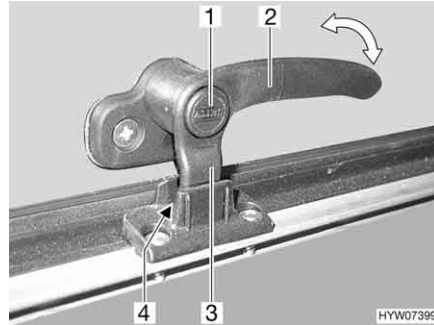
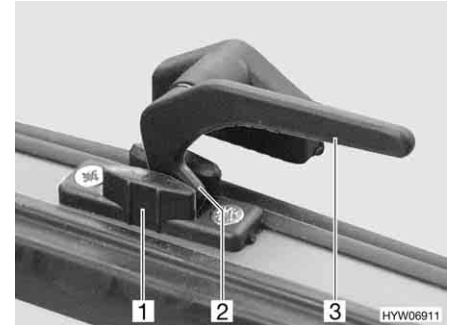

Bild 82 Verriegelungshebel mit Sicherungsknopf in Stellung "Dauerbelüftung"
Bild 83 Verriegelungshebel in Stellung "Dauerbelüftung"
- in Stellung "Dauerbelüftung" (Bild 82 und Bild 83)
- Wenn vorhanden, Sicherungsknopf (Bild 82,1) drücken und gedrückt halten.
- Den Verriegelungshebel (Bild 82,2 oder Bild 83,3) eine viertel Umdrehung zur Fenstermitte hin drehen.
- Den Verriegelungshebel wieder zurückdrehen. Die Verriegelungsnase (Bild 82,3 oder Bild 83,2) am Verriegelungshebel dabei in die Ausparung der Fensterverriegelung (Bild 82,4 oder Bild 83,1) einfahren.
- Wenn vorhanden, Sicherungsknopf (Bild 82,1) loslassen.